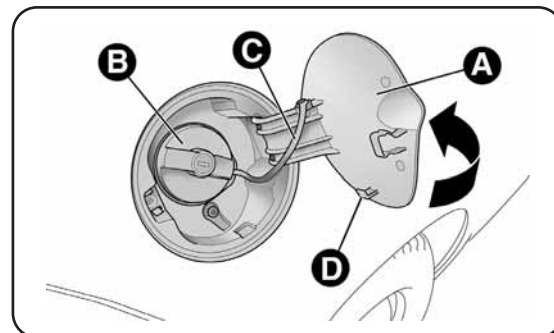

fig. 81
1) Ouvrir la trappe A-fig. 81 en la tirant vers l'extérieur; sans bouger le bouchon B, introduire la clé de contact dans la serrure et la tourner dans le sens inverse des aiguilles d'une montre.